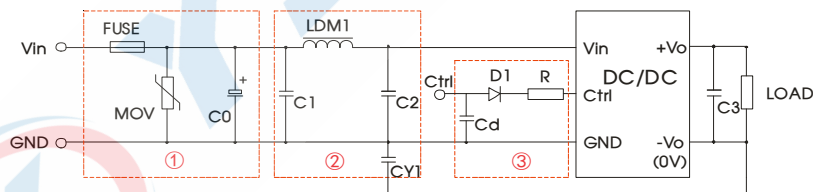

图 3
辐射骚扰	CISPR32/EN55032 CLASS B (推荐电路见图 3-②)
- ①图 3 中第①部分用于 EMS 测试；第②部分用于 EMI 滤波，可依需求选择；
- ② $V_C$  为 Ctrl 端相对于输入地 GND 的电压， $V_D$  为 D1 的正向导通压降， $I_C$  为流入 Ctrl 端的电流，一般取 5-10mA，Ctrl 端外围电路如图 3-③；
- ③若图中元器件无附其参数说明，则此型号外围中不需要这个元器件。